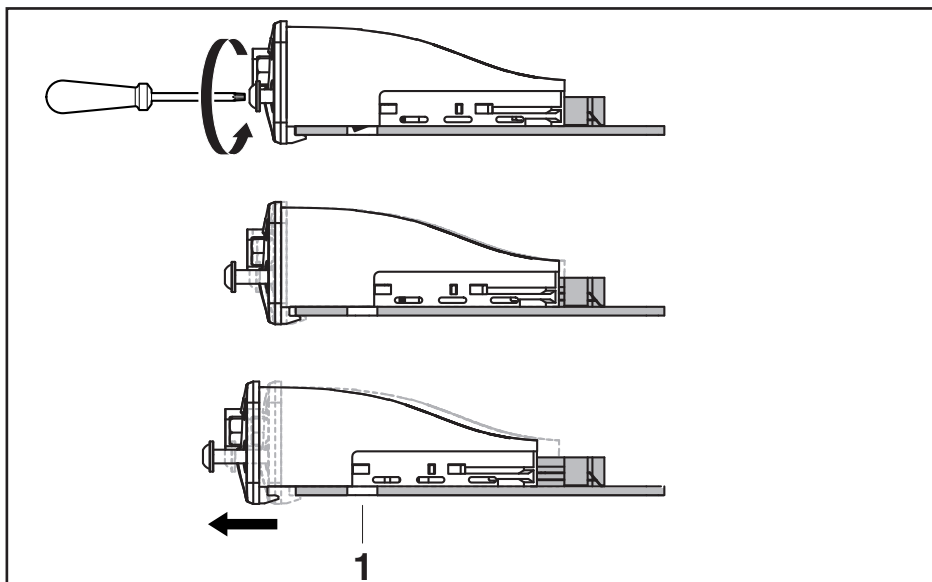

Fig. 4: Soltar el enclavamiento
2. Soltar los tornillos torx frontales. Una vez que se haya soltado por completo el enclavamiento (véase la Fig. 4) se puede extraer el módulo de interfaz IMmtcp.